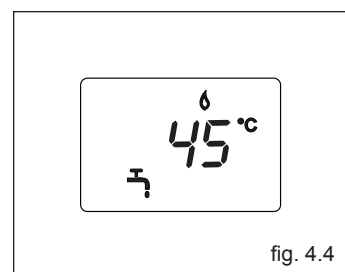

fig. 4.4
**Inverno:** ruotando il selettore di funzione  all'interno dell'area divisa in segmenti (fig. 4.2b) la caldaia fornisce acqua calda sanitaria e riscaldamento. In caso di richiesta di calore, la caldaia si accende, il visualizzatore digitale indica la temperatura dell'acqua di riscaldamento, l'icona di funzionamento in riscaldamento e l'icona fiamma (fig. 4.3). In caso di richiesta di acqua calda sanitaria, il visualizzatore (2) indica la temperatura dell'acqua sanitaria, l'icona di funzionamento in sanitario e l'icona fiamma (fig. 4.4).
**Estate:** ruotando il selettore sul simbolo estate  (fig. 4.2) si attiva la funzione tradizionale di solo acqua calda sanitaria. In caso di richiesta di acqua calda sanitaria, il visualizzatore indica la temperatura dell'acqua sanitaria, l'icona di funzionamento in sanitario e l'icona fiamma (fig. 4.4).